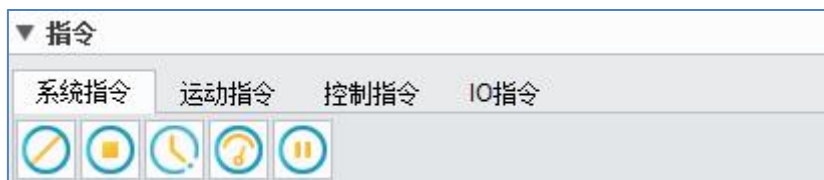

图 3-33: 系统指令
5. PAUSE（系统停止指令，程序运行到此指令时系统停止不再运行）（图 3-33）。